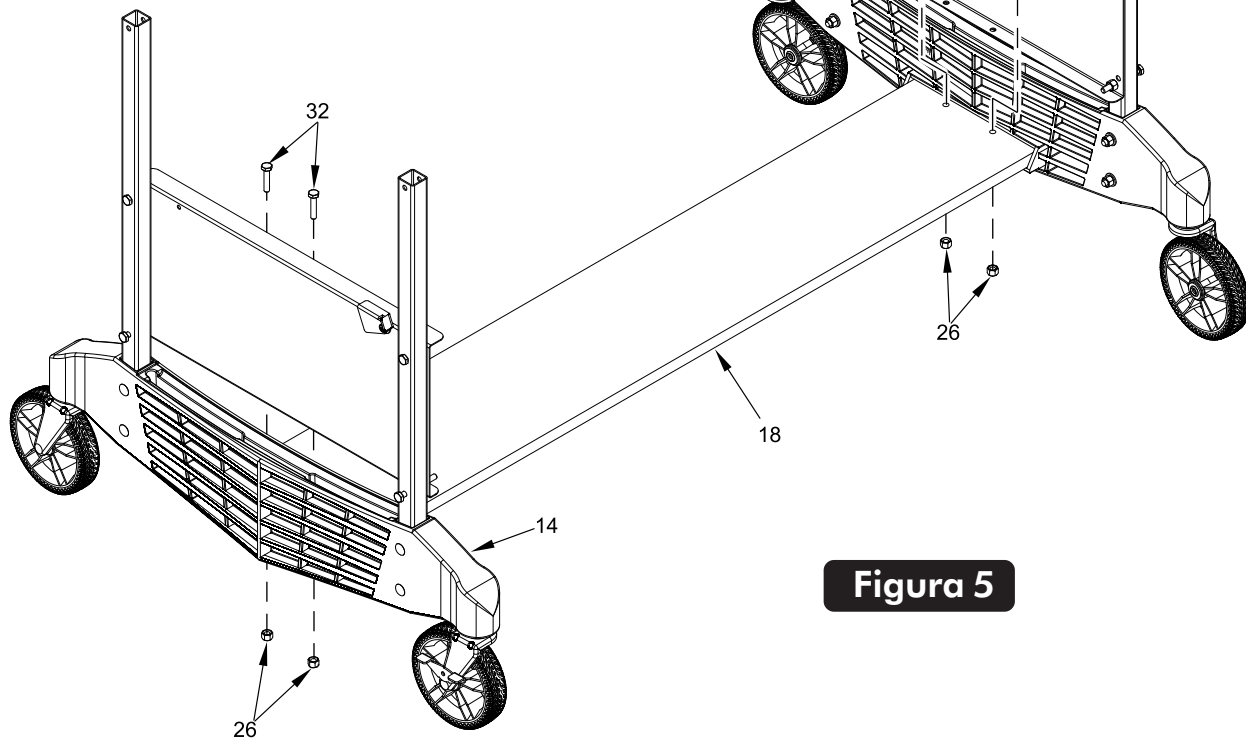

Figura 5
7. Coloque la Tabla Inferior de Madera #18 al carril con llantas #14 utilizando los tornillos #32 y las cuatro (4) tuercas de seguridad #26 como se muestra en la Figura 5. Apriete las tuercas de seguridad #26 pero no las sobre apriete para no estrellar el plástico. Vea la Figura 5.